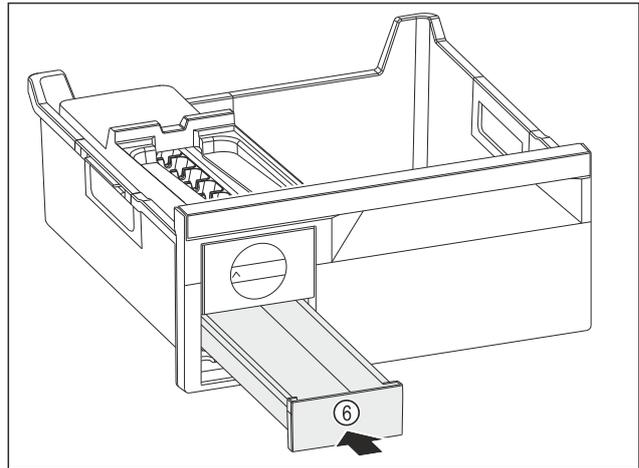

Fig. 94
- ▶ Встановіть форму для льоду Fig. 94 (6).